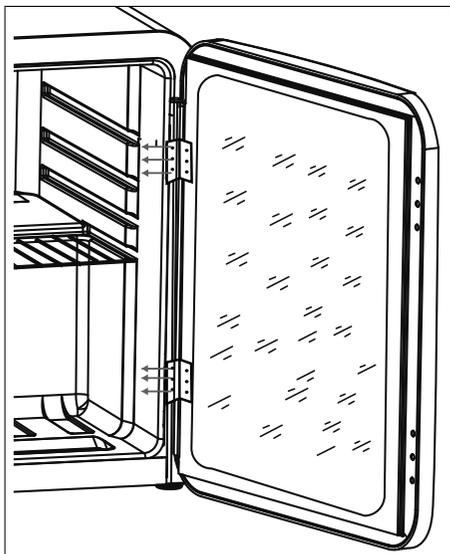
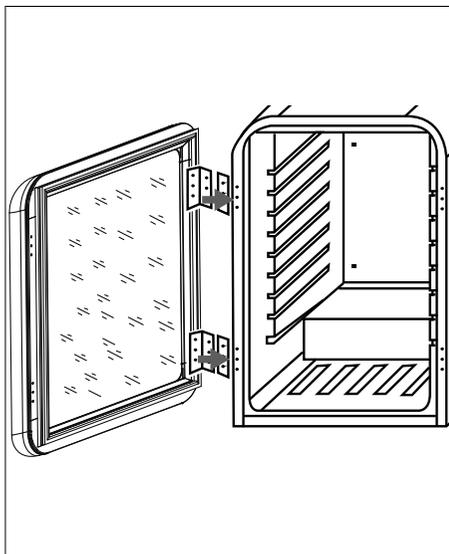

Abb. 3
Abb. 4
- ▶ Entfernen Sie den Gittereinlegeboden (6).
- ▶ Entfernen Sie die jeweils drei Schrauben und den Abstandshalter vom oberen und unteren Scharnier mit einem Kreuzschlitzschraubendreher, um die Kühlraumtür (2) zu entfernen (siehe **Abb. 3**). Entfernen Sie zunächst das untere Scharnier vom Gerätegehäuse, dann das obere Scharnier. Halten Sie die Kühlraumtür (2) dabei fest, um ein Herabstürzen zu verhindern.
- ▶ Entfernen Sie die Kühlraumtür (4) und drehen Sie die Kühlraumtür um 180°.
- ▶ Schrauben Sie die Scharniere der Kühlraumtür (2) und den Abstandshalter in den Montagebohrungen für Türanschlag links (4) wieder an (siehe **Abb. 4**).